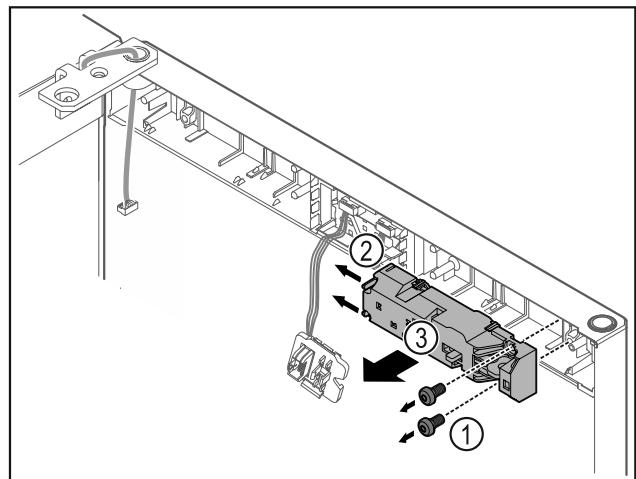

Fig. 10
- Retirar los tornillos Fig. 10 (1).
- Presionar hacia un lado las lengüetas de retención Fig. 10 (2) y retirar el cierre a distancia Fig. 10 (3).